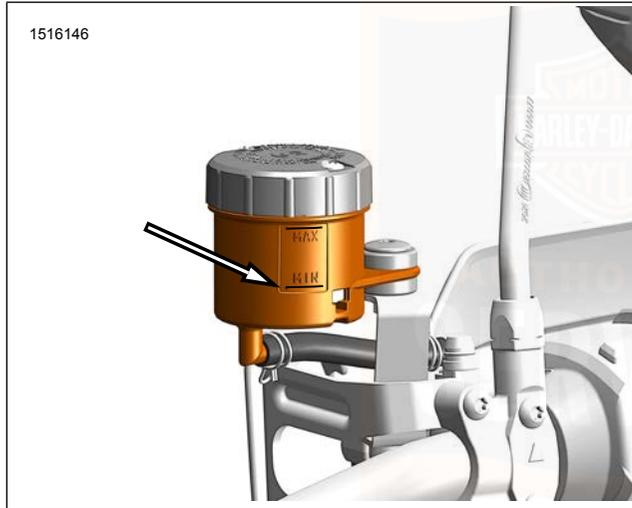

Abbildung 63. MIN-Markierung am Vorderradhauptbremszylinderbehälter
2. **Vorne:** Siehe Abbildung 63 Den Füllstand an der Seite des Vorderradbremssflüssigkeitsbehälters prüfen. Füllstand muss über der Mindestmarkierung am Schauglas liegen.